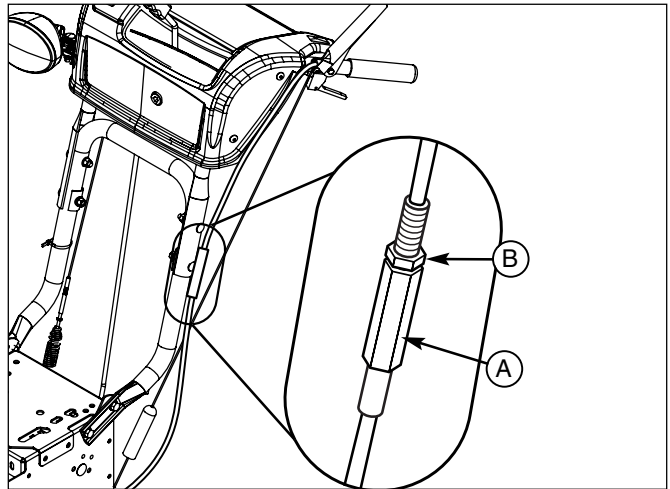
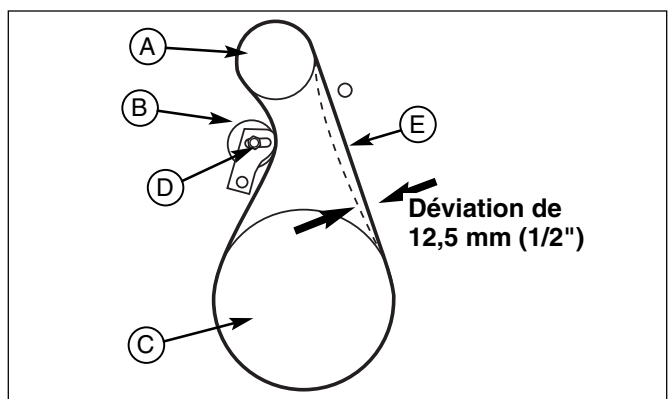

Figure 20. Réglage du câble
Figure 22. Déflexion de courroie de la vis transporteuse
2. Détachez l'écrou d'arrêt (B, figure 20).
3. Tournez l'écrou de réglage (A) pour rallonger ou pour rétrécir le câble. Le câble doit être resserré jusqu'à ce que le jeu du levier soit supprimé, cependant, il ne doit pas embrayer le câble Easy Turn™ relâché sans abaisser le levier de commande.
3. Détachez l'écrou (D, figure 20) de l'enrouleur de la vis (B) et déplacez-le en direction de la courroie à environ 3 mm (1/8 pouce).
4. Resserrez l'écrou (D).
5. Embrayez le levier de commande de la vis. Vérifiez la tension de la courroie (enrouleur opposé). La courroie doit dévier d'environ 12,5 mm (1/2 pouce) avec une pression modérée (voir figure 22). Il se peut que vous ayez à déplacer l'enrouleur plus d'une fois afin d'obtenir la bonne tension.